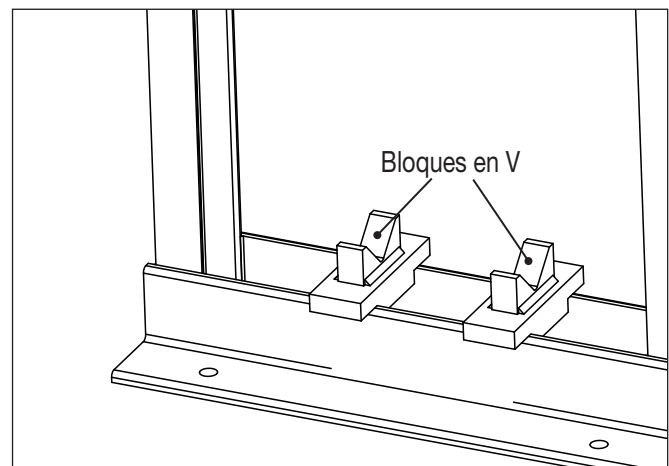

Figura 10: Bloques en V de Enerpac (accesorio opcional)
Los bloques en V de Enerpac (modelo VB-10) están disponibles como accesorio opcional. Pueden utilizarse para facilitar la colocación de tubos y barras. Véase la Figura 10.
■ Accesorios opcionales (Ver Figura 10). Cada kit incluye dos bloques en V. Pida lo que necesite.